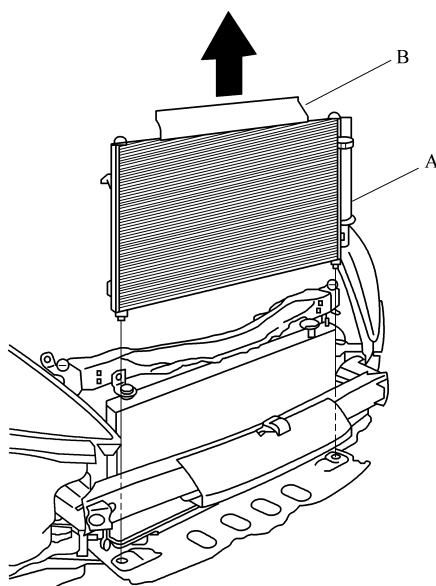

图 3-22 向上提出冷凝器
7) 如图 3-22 所示，提升空调冷凝器 A 并将其拆下。